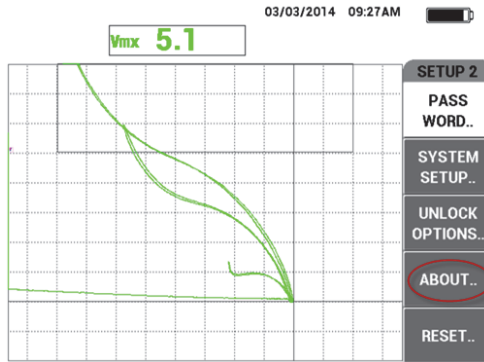

Abbildung 6-8 Menü ÜBER
3. Drücken Sie die Funktionstaste D, um das Menü **ÜBER** zu öffnen (siehe Abbildung 6-8 auf Seite 327).